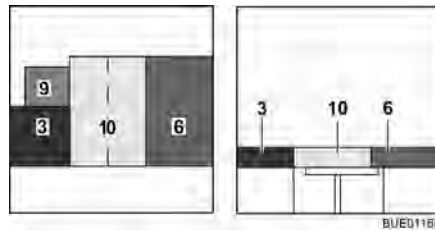

Bild 110 Efter ombyggnaden
- Placera den extra dynan (Bild 110,9) på sitsförlängningen.
- Fäll upp den extra dynan (Bild 110,10) och lägg den på bordet.
- Lägg ryggdynan (Bild 110,7) åt sidan.